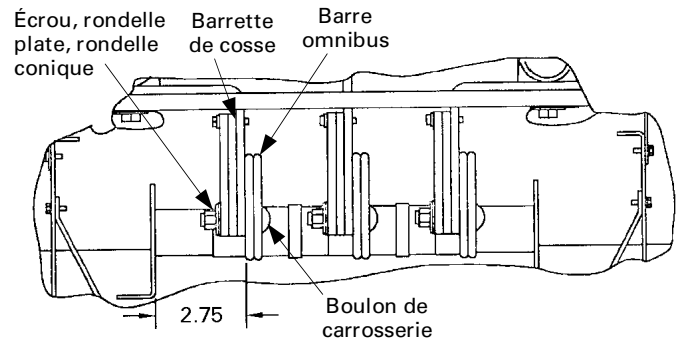

Figure 2. Position de la barrette de cosse relative aux barres omnibus dans un intérieur Spectra APNB avec boulonnage.
2. Repérer la position de montage. S'il s'agit d'intérieurs de style Spectra APNB avec boulonnage, repérer le côté de l'intérieur du panneau pour lequel la dimension entre la face de barre omnibus la plus rapprochée et la face intérieure du rail de support de barre omnibus est de 2.75 pouces, tel qu'illustré à la Figure 2. Les barrettes de cosses seront montées sur ce côté de chaque phase de la barre omnibus.
4. Fixer les barrettes de cosses à la barre omnibus en utilisant un boulon de carrosserie, une rondelle plate, une rondelle Belleville, et un écrou, tel qu'illustré aux Figures 2 et 3. Serrer ces connexions boulonnées à 200–250 lb.-po.